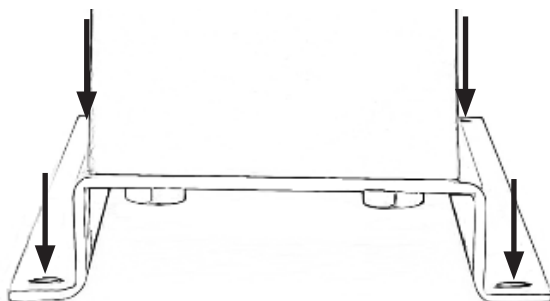

Fig. 2
- Utilisez les quatre trous de fixation dans la plaque de base de la machine pour la monter en toute sécurité. (fig. 2)